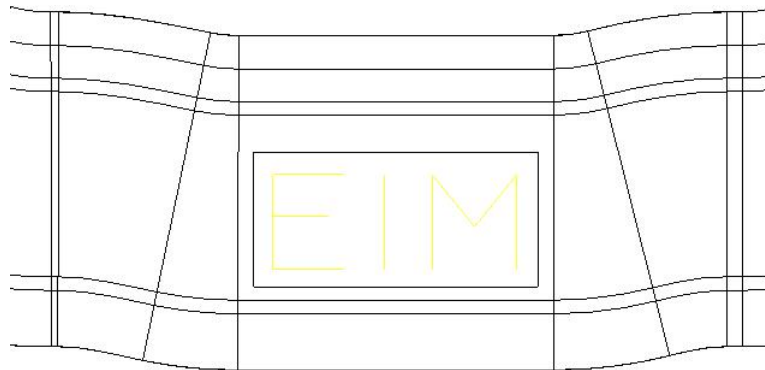

Figura 2.225 Seleccionar el texto convertido en alambre.
- Seleccionar con un recuadro el texto convertido en alambre (Figura 2.225).